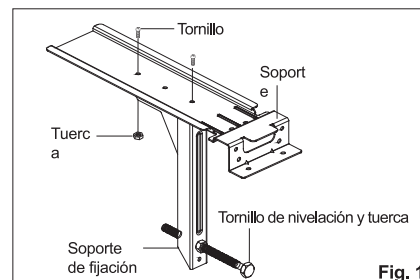

Fig. 1
1. Colocar sin apretar el soporte a la parte inferior de la fijación usando los tornillos y tuercas. Colocar el tornillo y la tuerca de nivelación. (Fig. 1)